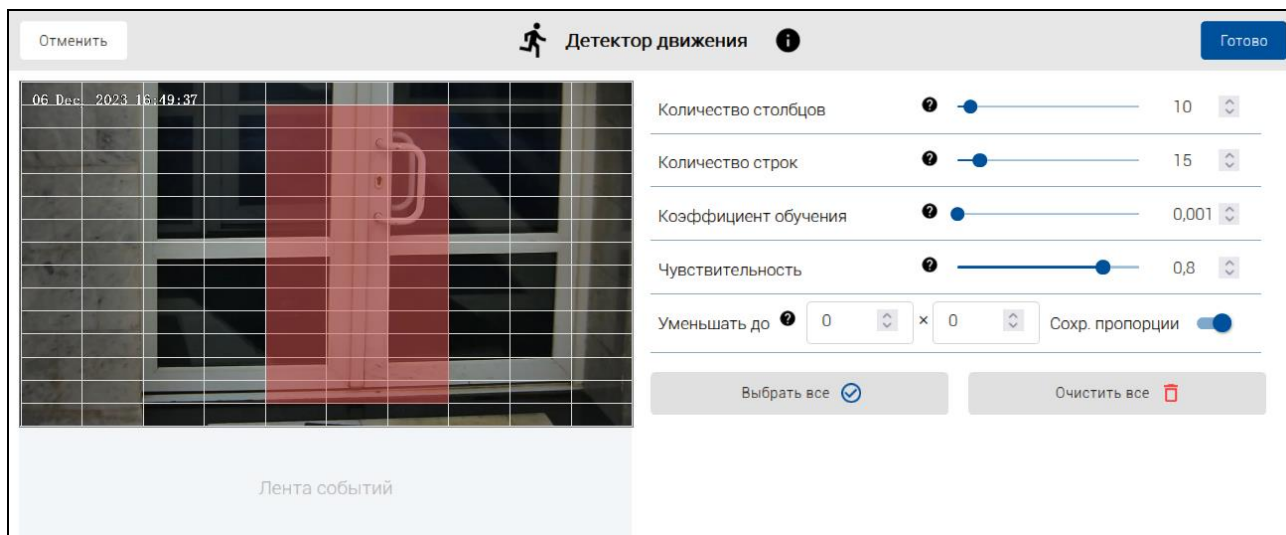

Рисунок 51 - Настройка детектора движения
- 1) В списке детекторов выделить объект **Детектор движения**, нажать на кнопку , откроется окно настройки (рис. 51).